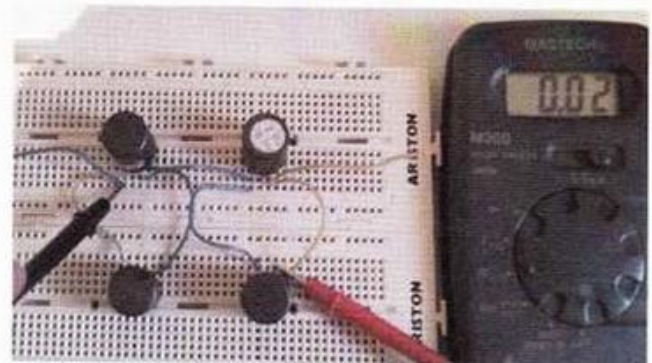

Fig. 4.30.
4. Toma la lectura correcta de la medida y anota su valor (Fig. 4.30).